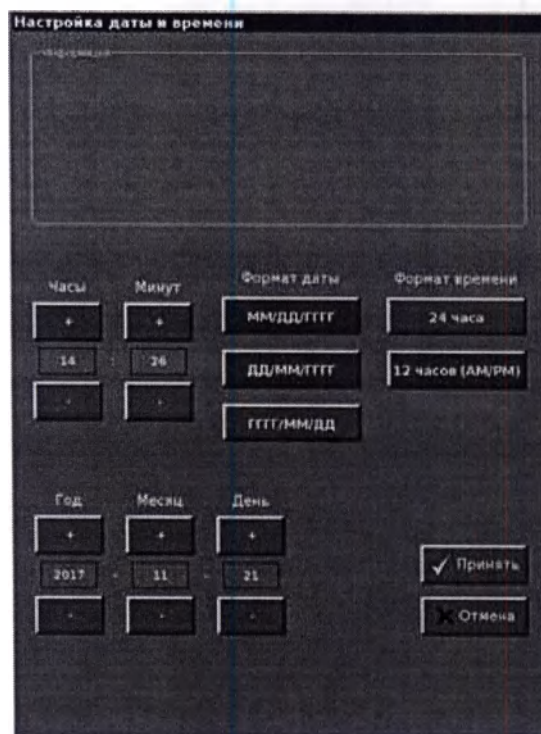

Рисунок E-5: Окно **Настройка даты и времени**
- 1 В окне **Системные параметры** выберите пункт **Дата/время**, откроется окно **Настройка даты и времени** (рис. E-5).